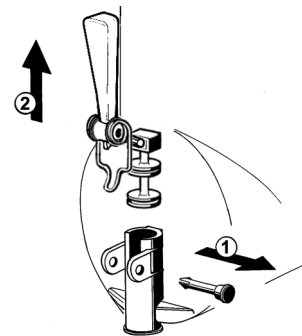

figura 10
- 5 Desarmar el grifo respetando la secuencia indicada (ver figura 10).
2 Armar de nuevo el grifo sobre el contenedor siguiendo la secuencia inversa a la detallada para el desmontaje (vedere figura 10).